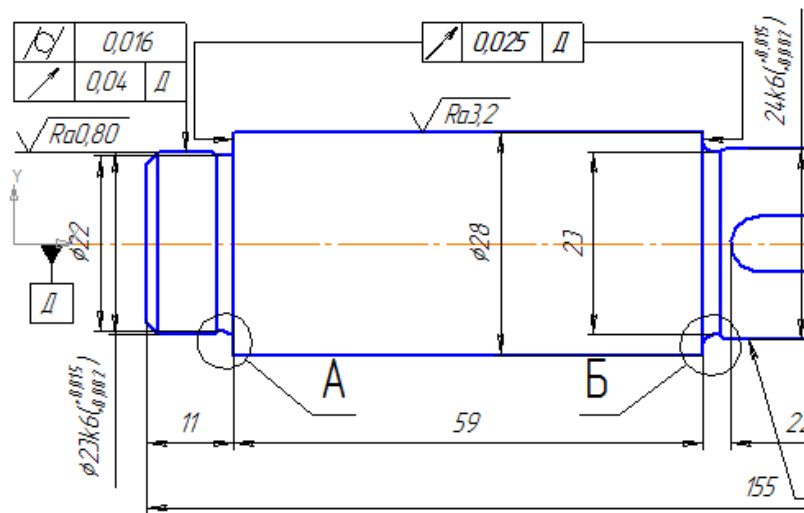

Рис. 5.14
17. Выберите инструмент «База», затем проставьте основание базы на осевой линии вала в самой левой части, в районе начала координат, стараясь не задеть другие обозначения щелкните под осевой линией, определяя тем самым направление базы, после чего измените в свойствах инструмента текст, поставив в окне ввода: «Д», затем выберите точку для расположения рамки с надписью (рис. 5.14).